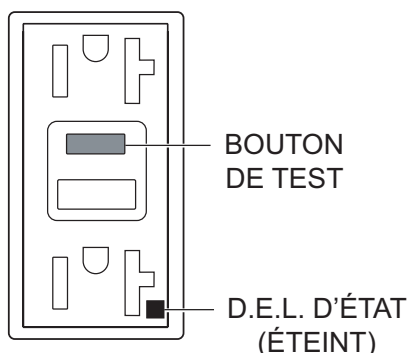

Figure 77. GFCI Receptacle (OFF)
- Appuyez sur le **bouton TEST** (Figure 77) sur le réceptacle GFCI et vérifiez que le voyant d'état **S'ÉTEINT**.